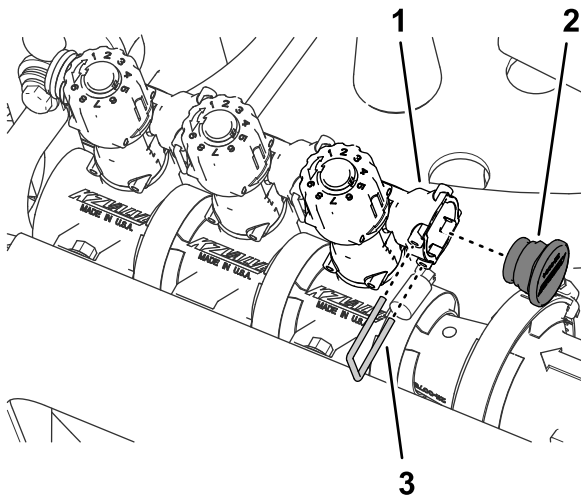

Bild 67
- Setzen Sie den Stöpsel in die Schnellanschlussbuchse des Sicherheitsventils (**Bild 67**).
9. Befestigen Sie den Stöpsel mit dem Halter, den Sie in Schritt 3 entfernt haben, an der Schnellanschlussbuchse (Bild 67).